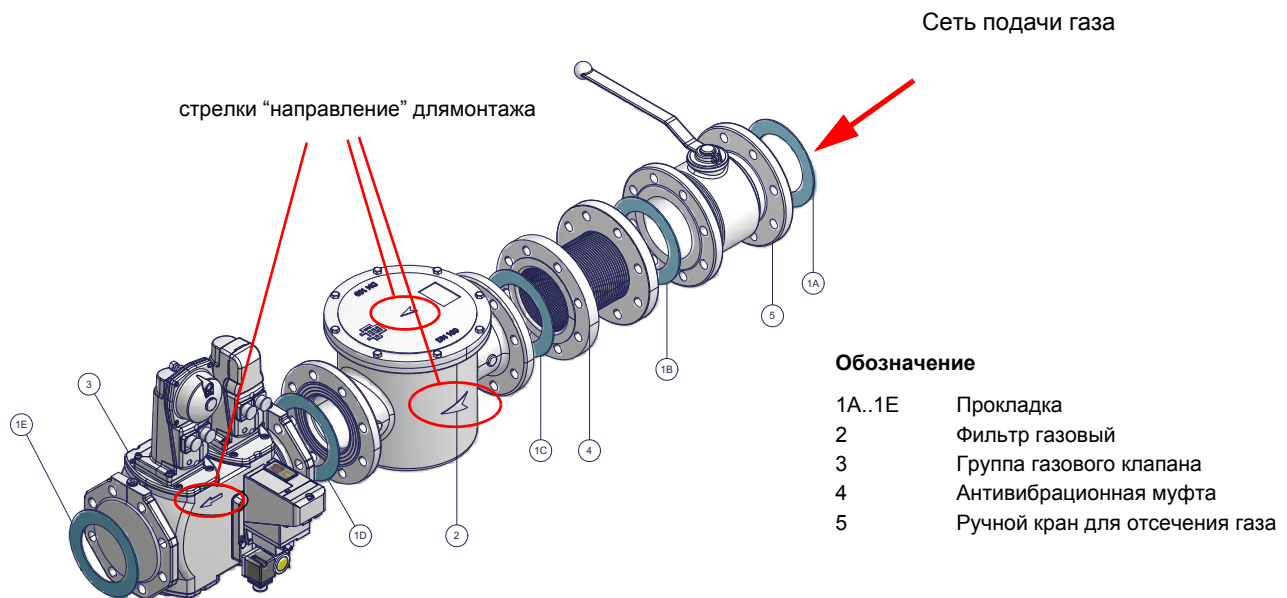

Рис. 5 - Пример газовой рампы
- 1 - б) при фланцевых соединениях: между соседними компонентами устанавливать прокладку (1A..1E - Рис. 5), совместимую с используемым газом,
ВНИМАНИЕ: после монтажа газовой рампы согласно схеме на Рис. 5, необходимо провести тестирование на герметичность газового контура, согласно требований действующих нормативов.
| | ВНИМАНИЕ: после монтажа газовой рампы согласно схеме на Рис. 5, необходимо провести тестирование на герметичность газового контура, согласно требований действующих нормативов. |